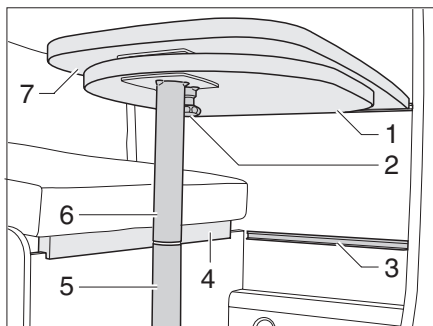

Bild 42 Hängetisch mit teilbarem Stützfuß
- ▶ Den Knopf (Bild 42,2) der Verriegelung nach unten ziehen und die Tischplattenverlängerung (Bild 42,1) herauschwenken.
- ▶ Die Tischplattenverlängerung (Bild 42,1) unter die Tischplatte (Bild 42,7) schwenken, bis die Verriegelung hörbar einrastet.
- ▶ Multiplexleiste (Bild 42,4) ggf. an der Sitzruhe aufsetzen.
- ▶ Die Tischplattenverlängerung (Bild 42,1) ausschwenken.
- ▶ Die Tischplatte (Bild 42,7) vorn ca. 45° anheben.
- ▶ Den unteren Teil des Stützfußes (Bild 42,5) nach unten herausziehen und beiseite legen.
- ▶ Die Tischplatte im 45°-Winkel mit den Haltern in die untere Halteleiste (Bild 42,3) einhängen und mit dem oberen Teil des Stützfußes (Bild 42,6) auf dem Boden abstellen.